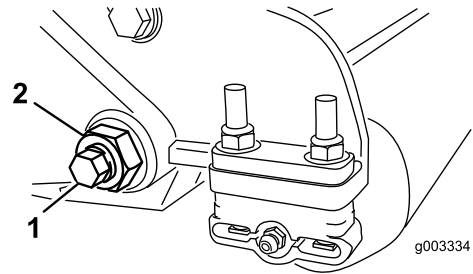
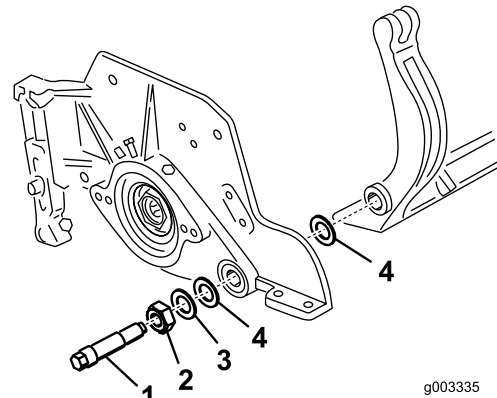

Bild 33
Bild 34
3. Lösen Sie an jeder Seite der Maschine die Sicherungsmutter, mit der die Schraube des Unteremesserträgers befestigt ist (Bild 33).
4. Nehmen Sie jede Schraube des Unteremesserträgers ab, damit der Unteremesserträger nach unten gezogen und von der Maschinenschraube entfernt werden kann (Bild 33). Bewahren Sie die zwei Nylonscheiben und die Scheibe aus gestanzten Stahl an jedem Ende des Unteremesserträgers auf (Bild 34).
4. Legen Sie eine Stahlscheibe außen auf jede Nylonscheibe (Bild 34).